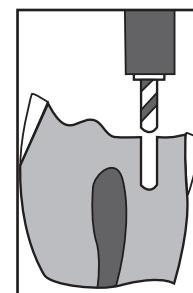

Figure 4
- Retire la fresa del canal mientras esté todavía en funcionamiento (**Fig. 4**). Quite los residuos de la fresa y del canal rociando con agua y aire.
- Rimuovere la fresa canale mentre la fresa è ancora in rotazione (**Fig. 4**). Togliere i frammenti fresa e canale con uno spruzzatore ad aria/acqua.